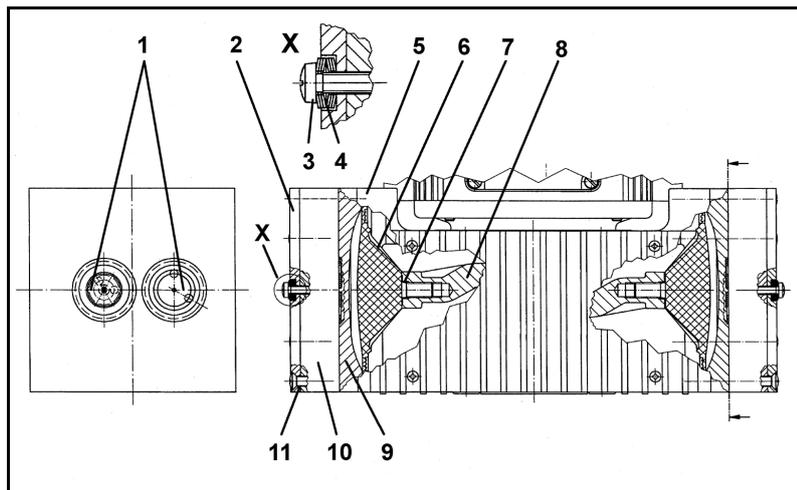

Fig. 11: vista in sezione delle testate (a titolo esemplificativo) della pompa N 860.3 FT.40.18
3. Segnare la posizione della piastra di pressione (fig. 11/2), della testata (10), della piastra intermedia (9) e della carcassa (5) su entrambe le testate con un tratto di pennarello continuo (M). Così facendo, si previene l'errato rimontaggio dei componenti in un secondo momento.
4. Allentare le otto viti (11) su entrambe le testate.
1. Spostare la membrana (6) di una testata nella posizione intermedia ruotando la ventola.
2. Posizionare la piastra intermedia (9) con le valvole/gli o-ring (1) sui segni (M) fatti in precedenza sulla carcassa.
3. Posizionare la testata (10) sui segni (M) fatti in precedenza sulla piastra intermedia (9).
4. Montare la piastra di pressione (2), avvitare le viti (3) con le molle a tazza (4) finché le teste delle viti poggiano piane (non stringere le viti!).
- i** Le prime tre molle a tazza da montare devono guardare dalla parte opposta rispetto alla testa della vite, le tre successive devono invece essere rivolte verso la testa della vite (v. particolare X in fig. 11).
5. Serrare leggermente le viti (11) a croce.
| Sostituzione della membrana e delle valvole/degli o-ring   | <ul style="list-style-type: none"> <li>→ Accertarsi di aver montato le rondelle sul filetto della membrana.</li> <li>→ Verificare la tenuta del collegamento della testata e dei collegamenti flessibili.</li> <li>→ Se necessario, serrare a croce con cautela le viti esterne (fig. 10/4 e fig. 11/11) della piastra di pressione.</li> </ul> |